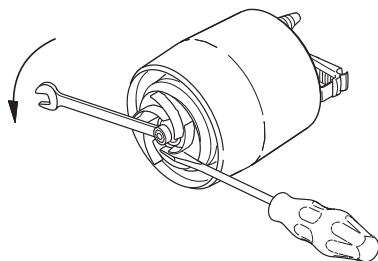

Fig. 13 Demontering av pumphjul
6. Skruva loss mutter (13 mm) från motoraxeln. Håll fast pumphjulet med en skruvmejsel. Se fig. 13.